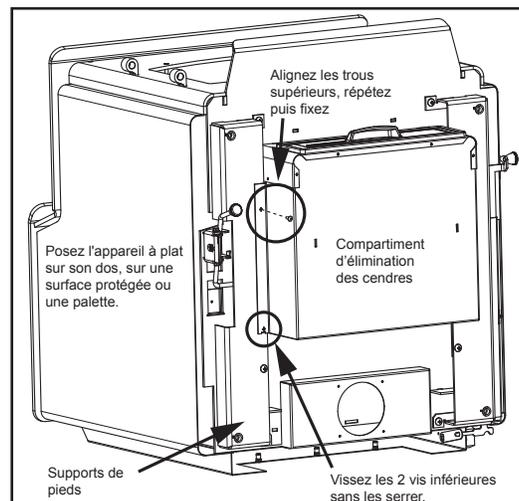

Figure 20.1
- Commencez par les deux boulons du bas à travers le tiroir à cendres et dans la base de l'appareil (**Figure 20.1**).